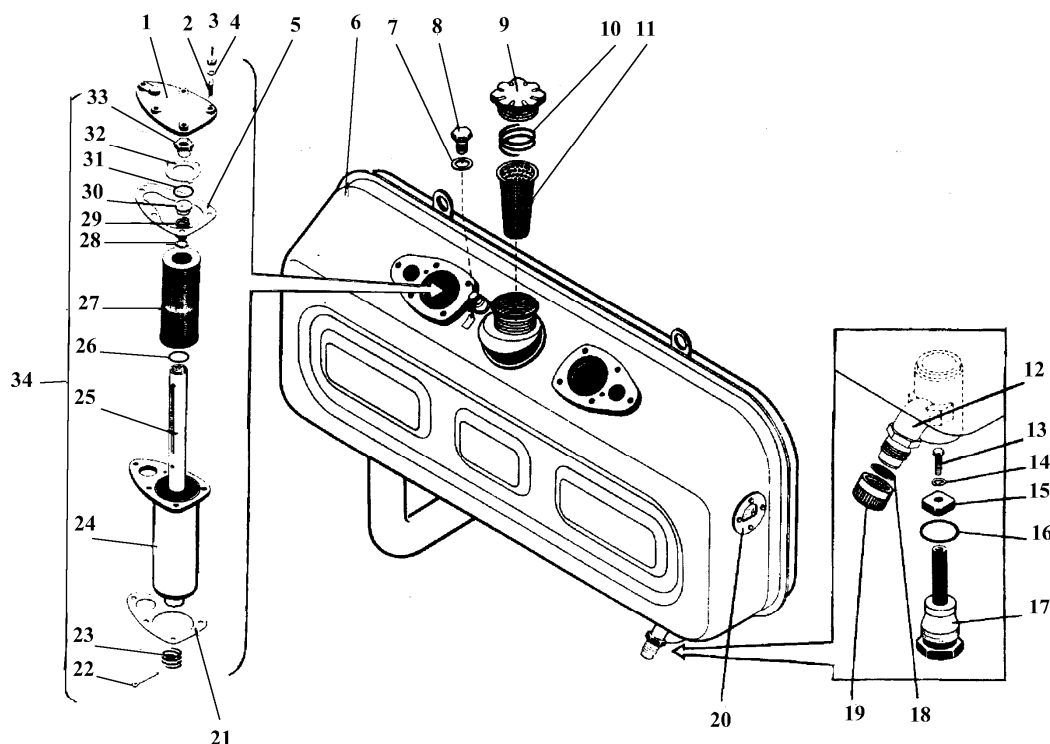

Рис. 44 Гидробак
- а) Отверните гайки крепления 3 (см. рис. 44) и снимите крышку 1.